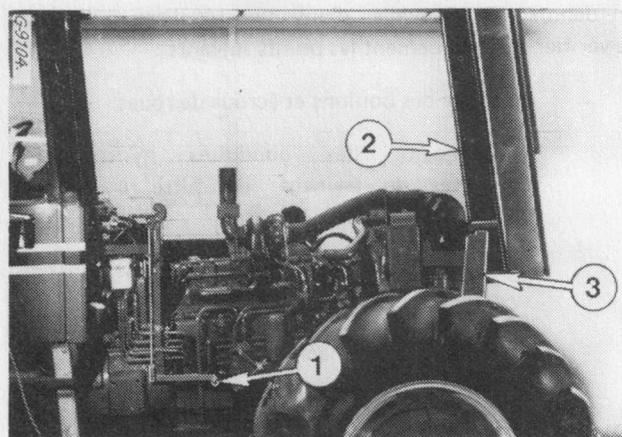

Figure 53 - Capot moteur ouvert.
Retirez le silencieux de tuyau d'échappement. Tirez le levier de verrouillage (1), fig. 53 vers le bas et soulevez le capot comme sur la figure. Si nécessaire soulevez et retirez les tôles latérales.